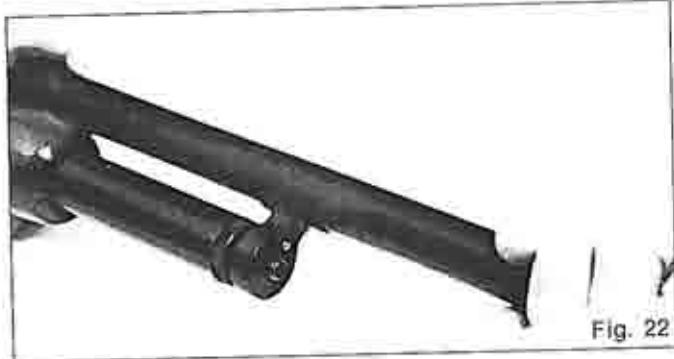

Fig. 22
- g7. Inserire il prolungamento della canna B2 nella apposita sede della culatta facendo attenzione che lo stelo del tappo tubo serbatoio entri nel foro del tenone B1 (Fig. 22).
*Insert the barrel extention B2 in its housing in the receiver, ensuring that the magazine tube cap shaft is inserted in the tenon B1 hole (Fig. 22).*
*Insérer le prolongement du canon B2 dans le logement prévu de la boîte de culasse, en s'assurant que la tige du bouchon du tube-magasin entre dans le trou du crochet B1 (Fig. 22).*